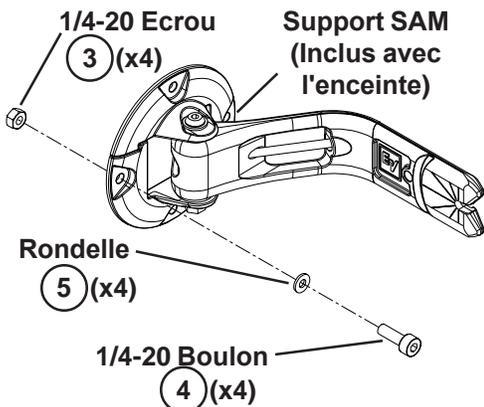

Figure 4a:
2. Insérer les (4) boulons 1/4-20 x 3/4" (Item 4) dans les (4) rondelles (Item 5) et dans le support SAM (fourni avec l'enceinte). Mettre les (4) écrous (Item 3) et les visser à la main : l'écrou doit être desserré (Figure 4a).